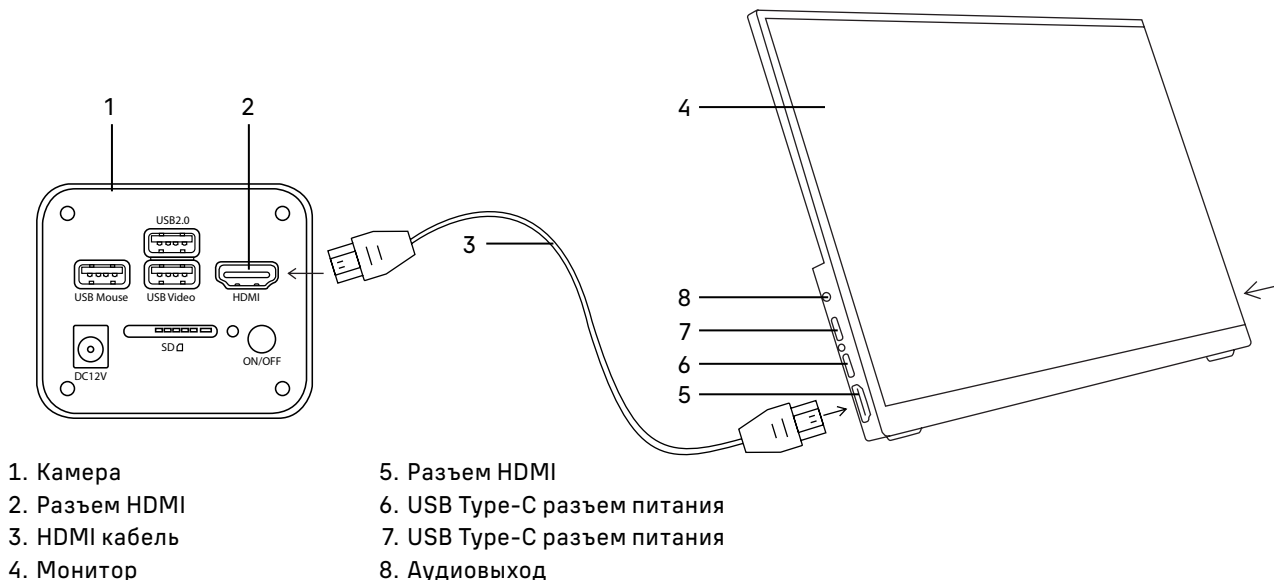

Рис. 13. Использование монитора
- Включите монитор нажатием нижней кнопки на боковой панели, как указывает стрелка (не показано на рис. 13).